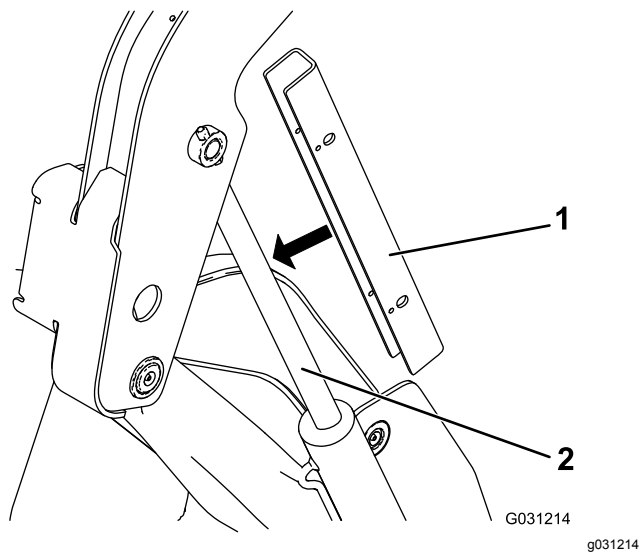

Figure 33
5. Glissez le dispositif de blocage de vérin sur la tige du vérin (Figure 33).